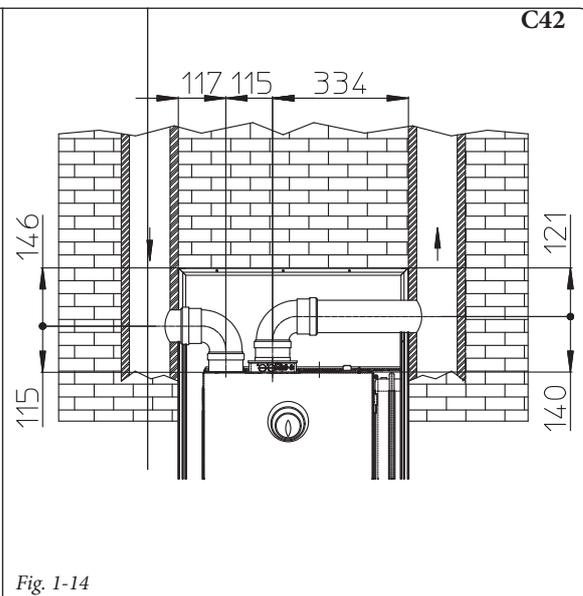

Fig. 1-14
- Ingombri di installazione (Fig. 1-14). Nella figura sono riportate le misure di ingombro minime di installazione del kit terminale separatore Ø 80/80 in alcune condizioni limite.